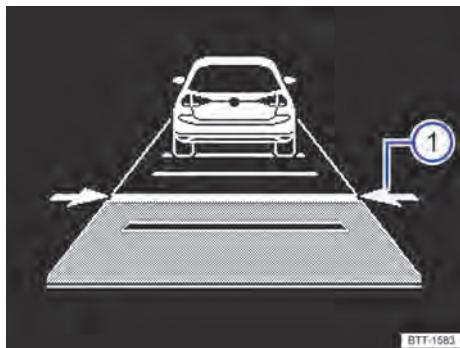

Fig. 106 No display do instrumento combinado: ajustar a distância (representação esquemática, o ACC regula).
O display do instrumento combinado exibe o nível ajustado → **Fig. 106 ①**. Observar os requisitos para a distância mínima específicos.